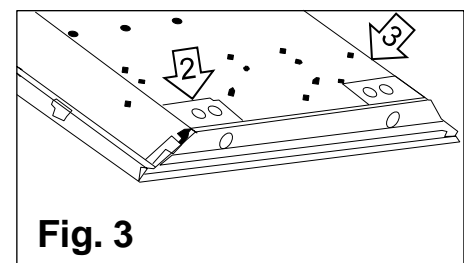

Fig. 3
10. Enlever une **entrée** dans la **plaque d'accès** (n° 2). (**Fig. 3**)